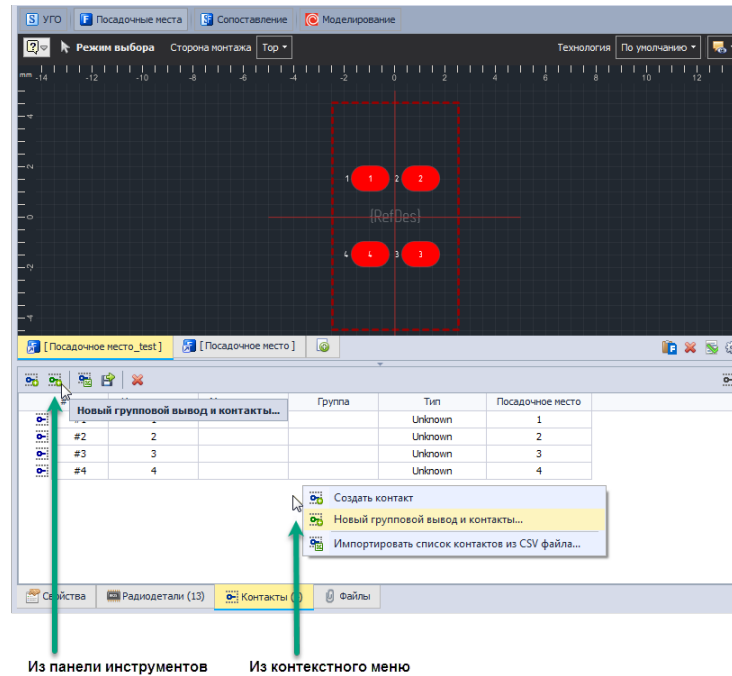

Рис. 274 Добавление нового группового вывода и контактов
1. Нажмите кнопку  - «Новый групповой вывод и контакты...», которая расположена на панели инструментов окна редактора компонента, либо воспользуйтесь контекстным меню в таблице контактов, см. Рис. 274.